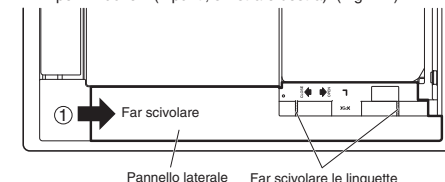

Fig. 7-2
- (1) Far scivolare i pannelli laterali in direzione della freccia ① per rimuoverli (2 punti, sinistra e destra). (Fig. 7-2)